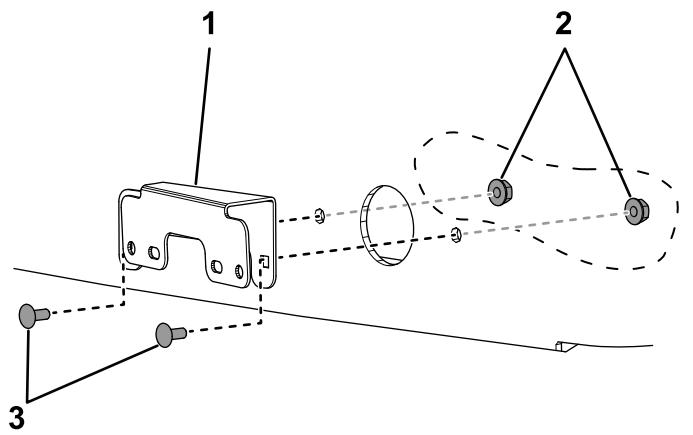

Figura 23
3. Instale os 2 suportes de sinalização de mudança de direção usando 4 parafusos de carroçaria (n.º 10 x 1/2 pol.) e 4 porcas de bloqueio (n.º 10) (Figura 23).